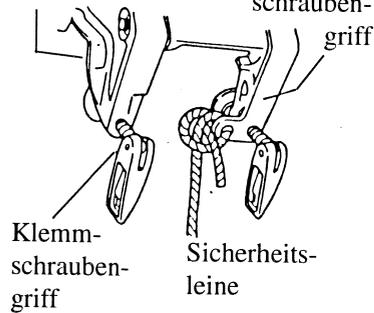

Abb.3
- 3) Nach Montage des Motors überprüfen Sie den festen Sitz der Klemmschrauben. Kontrollieren Sie das bei Betrieb von Zeit zu Zeit erneut. Befestigen Sie eine Sicherheitsleine vom Außenborder durch das Loch an der Klemme am Boot, damit der Motor im Unglücksfall nicht verlorengeht. (Abb.3)